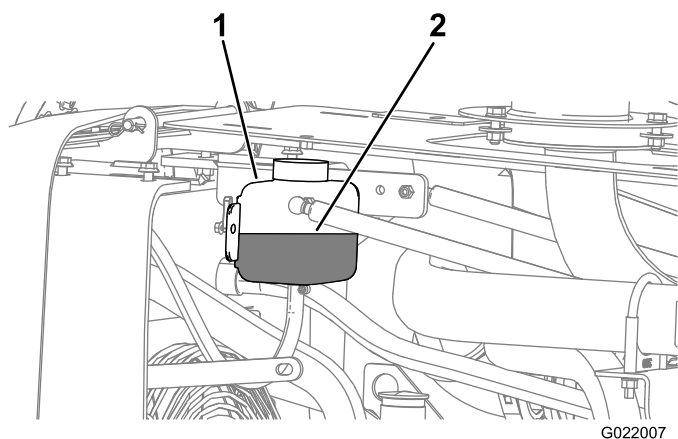
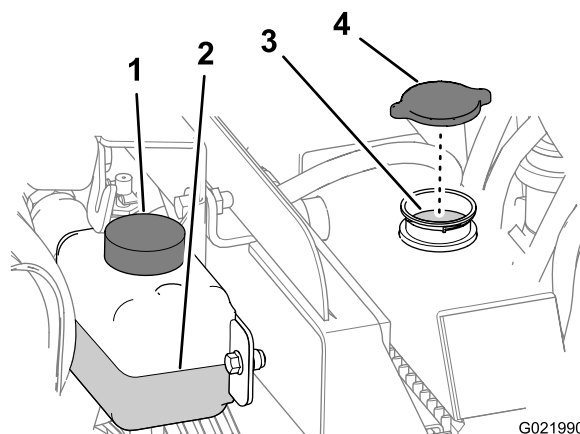

Figure 138
Figure 139
4. Contrôlez le niveau de liquide de refroidissement dans le vase d'expansion (Figure 138).
4. Enlevez le bouchon du goulot de remplissage du radiateur et vérifiez le niveau de liquide de refroidissement (Figure 138 et Figure 139).
5. Si le niveau de liquide de refroidissement est trop bas, faites l'appoint jusqu'à ce qu'il atteigne le bas du goulot de remplissage (Figure 139).
6. Remettez le bouchon de radiateur en place et serrez-le solidement (Figure 139).
4. Retirez le bouchon de radiateur (Figure 139).
2. Retirez le bouchon de radiateur (Figure 139).
4. Remettez le bouchon de radiateur en place (Figure 139).